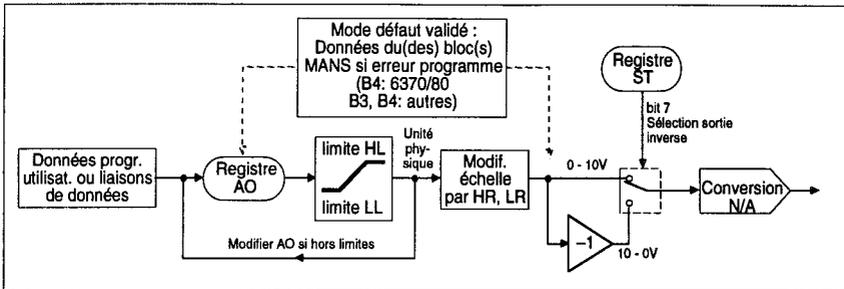

Figure 4.6 Schéma du bloc de sortie analogique
Voir figure 4.6. La valeur de la sortie analogique est sauvegardée dans le registre AO en unités physiques (disponible en tant que paramètre AO). Les variations de AO sont limitées à une échelle de fonctionnement définie par les paramètres de sortie limites LL et HL. Après la modification de l'échelle HR et LR, AO est converti en un signal analogique (limité) de 0 - 10V. Pour le bloc B4 uniquement, le signal de sortie peut également être de 0 - 20 mA, de 4 - 20 mA ou de 2 - 10V isolés.
En mode par défaut, si une erreur provoque l'arrêt du programme, le convertisseur N/A est automatiquement mis à jour par la sortie du bloc station manuelle MO au lieu du registre A0, ce qui permet une intervention manuelle. Les paramètres HL et LL du bloc ANOP ne s'appliquent pas. Voir la figure 4.6. AO proprement dit est également mis à jour par le bloc MANS (au lieu du programme utilisateur), de sorte que le retour ultérieur au contrôle du programme se fait sans à-coups. Le bloc B4 est mis à jour par le bloc MANS M1, et le bloc B3 (6372, 6382 uniquement) par le
- **Blocs ANOP B1 & B2.** Le bit 7 (lecture-écriture) du chiffre C permet de sélectionner le fonctionnement normal ou inverse de la sortie analogique (voir figure 4.6, Schéma bloc). Dans le cas de la sortie normale, à mesure que AO passe de LR à HR, le signal de sortie augmente de 0V à 10V. Dans le cas de la sortie inverse, à mesure que AO passe de LR à HR, le signal décroît de 10V à 0V.